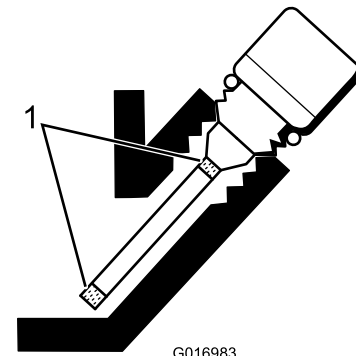

Figura 24
5. Si el nivel es bajo, añada solamente aceite suficiente para que llegue entre las marcas del indicador (Figura 24). **No llene demasiado.**